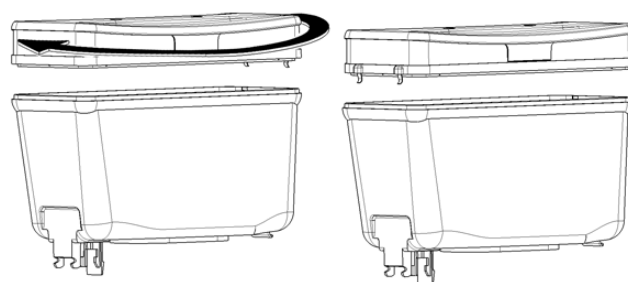

figura 1
**9** Per spegnere le luci del coperchio è sufficiente ruotarlo di 180°.(vedere figura 1)